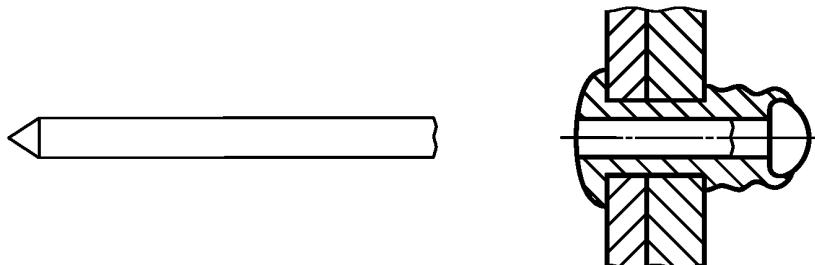

Рисунок 12 — Удлиненный открытый конец
**2.3.2 удлиненный открытый конец (open end, extended set):** Корпус заклепки с открытым концом, характеристики которого позволяют соединять детали с большим разбросом по толщине (рисунок 12).